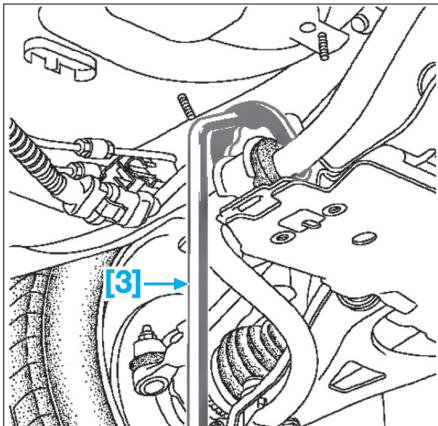

Fig. 7
- [3]. Fourchette de mise en place des paliers de barre stabilisatrice (Sus. 1414-01) (Fig.7).
- les vis de paliers centraux à l'aide de l'outil [3] (Fig.7),